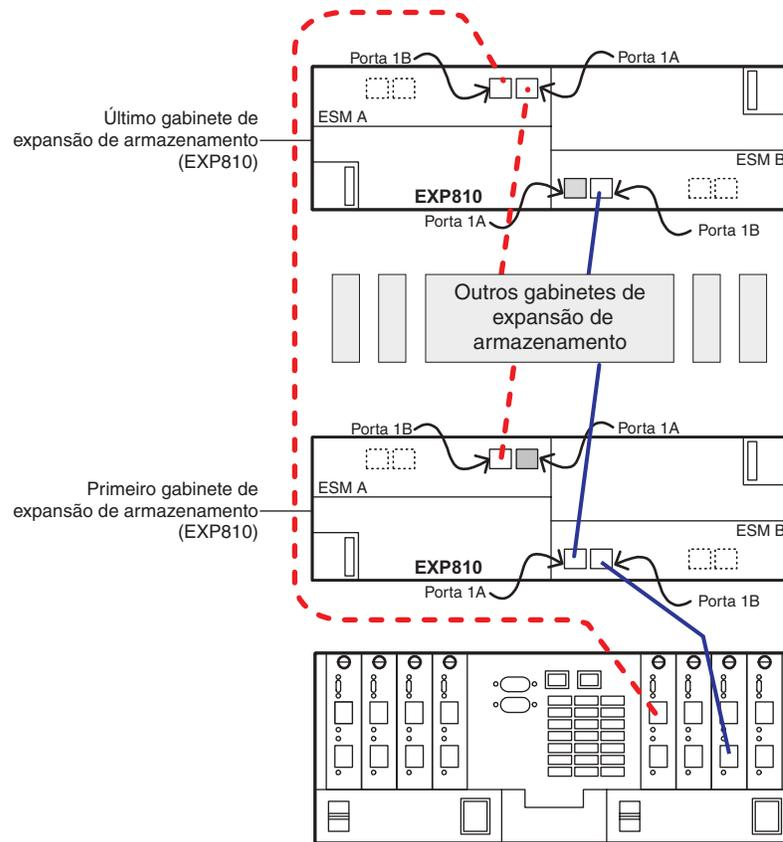
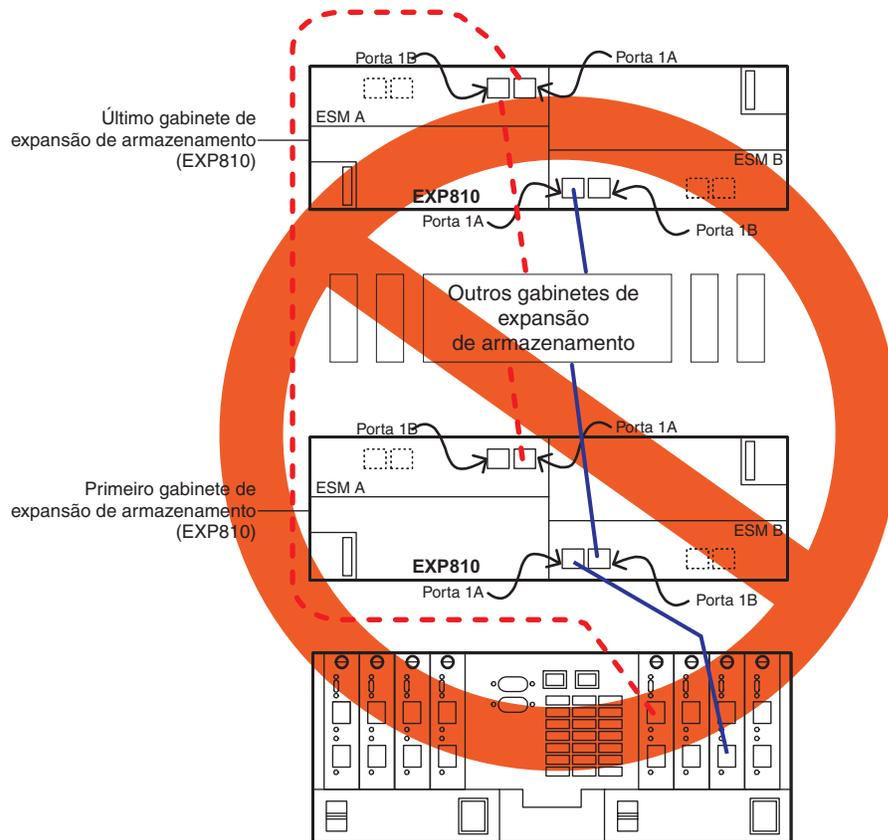

Figura 15. Cabeamento suportado para a porta 1B do gabinete de armazenamento EXP420/EXP520/EXP810/EXP5000
Figura 16. Cabeamento não suportado para a porta do gabinete de armazenamento EXP420/EXP520/EXP810/EXP5000
- A porta de expansão da unidade do subsistema de armazenamento deve sempre estar conectada à porta 1B do gabinete de armazenamento EXP420/EXP520/EXP810/EXP5000. A Figura 15 na página 55 é um exemplo de cabeamento correto das portas 1B do gabinete de armazenamento EXP420/EXP520/EXP810/EXP5000 para a porta de expansão da unidade do subsistema de armazenamento. A Figura 16 na página 56 é um exemplo de cabeamento incorreto que mostra a conexão da porta de expansão da unidade do subsistema de armazenamento com a porta incorreta do gabinete de armazenamento EXP420/EXP520/EXP810/EXP5000, rotulada 1A.